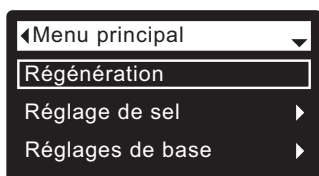

FIG. 43
2. Vérifiez que **Régénération** est mis en encadré (cf. Figure 43).